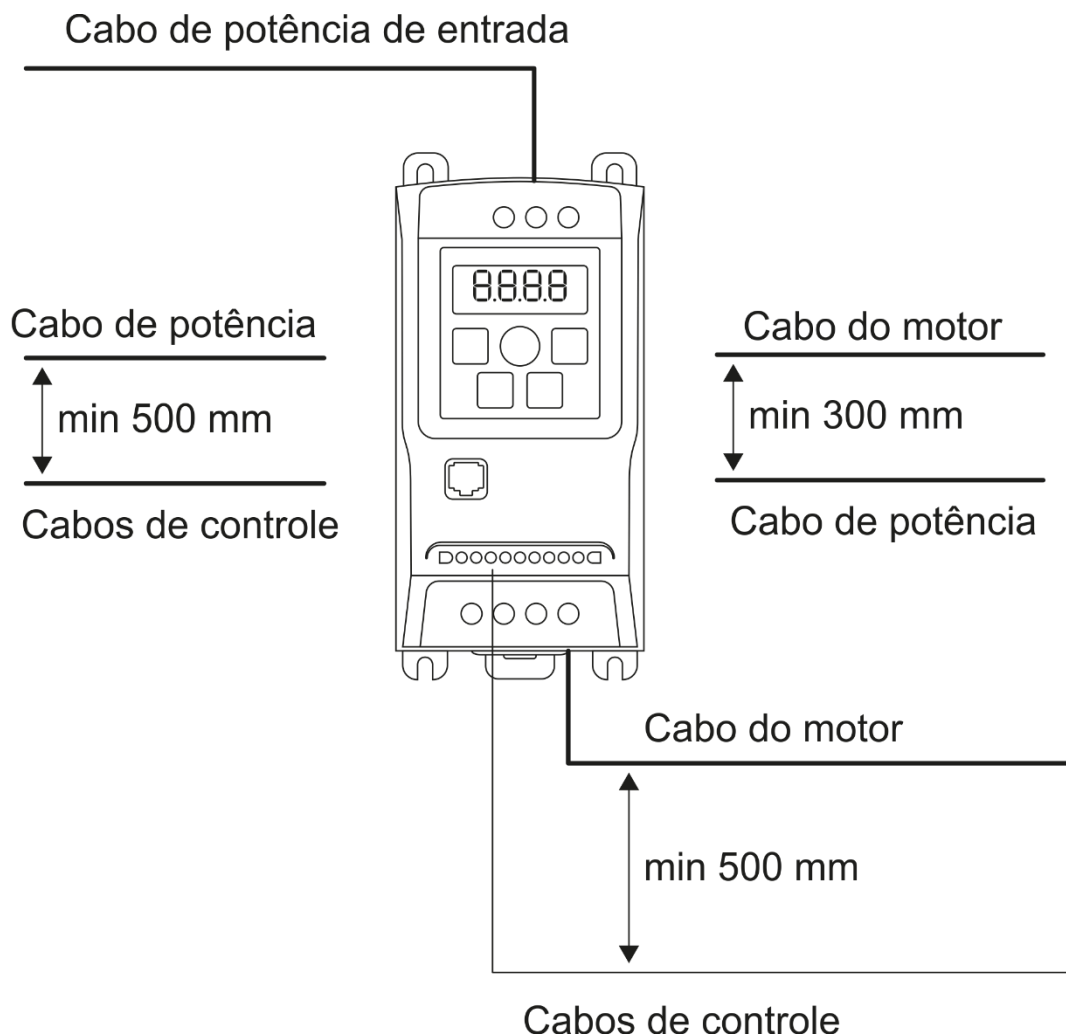

Figura 3.3.3 – Boas práticas para passagem dos cabos
- Quando os cabos de potência da alimentação do inversor e/ou de outro equipamento forem instalados em leitos paralelos ao leito do cabo do motor, garanta uma distância de 300 mm entre os mesmos como na Figura 3.3.3